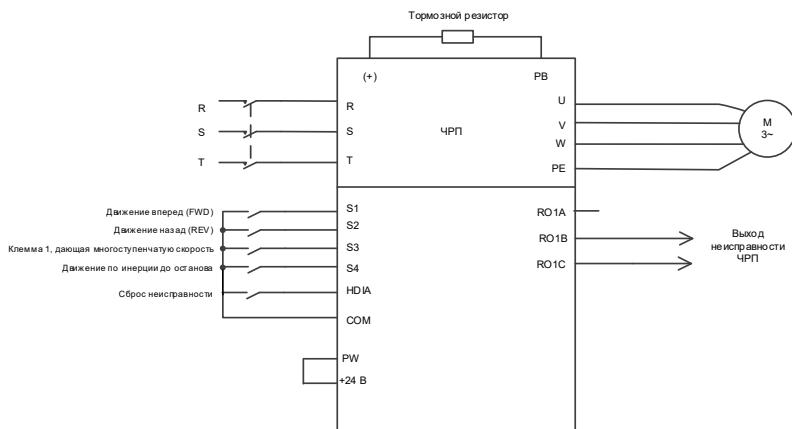

Рисунок 5-8 Схема подключения конического двигателя
**Примечание:** Если проводка выполнена в соответствии с Рисунок 5-8, тогда большинство параметров ПЧ не нуждаются в регулировке. Если локальные функциональные клеммы не соответствуют клеммам, показанным на рисунке, отрегулируйте функции входных и выходных клемм в соответствии с фактической проводкой после выбора данного прикладного макроса.